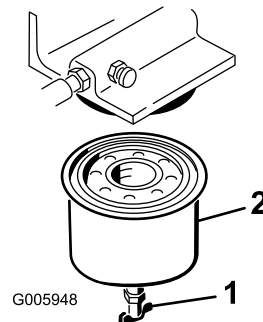

Bild 32
5. Öffnen Sie das Ablassventil (Bild 32) und lassen Sie den Kraftstoff aus dem Kraftstofffilter in einen geeigneten Behälter ablaufen; entsorgen Sie ihn vorschriftsmäßig.
6. Entfernen Sie den Kraftstofffilter mit einem Filter-Schraubenschlüssel (Bild 32).